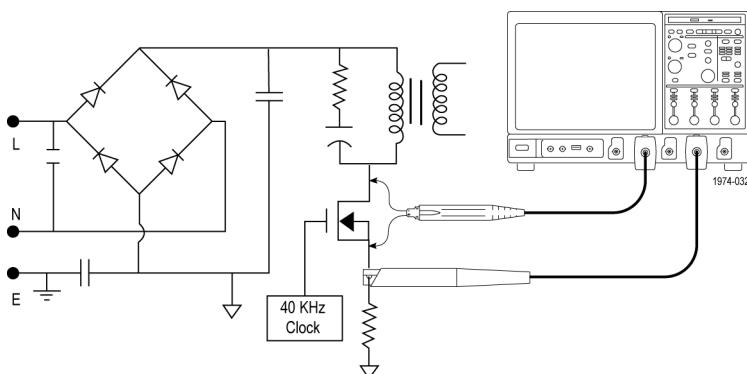

Рис. 4: Контрольные точки источника питания
- Подключите дифференциальный пробник к устройству переключения, а пробник тока – последовательно с устройством.(См. рис. 4.)